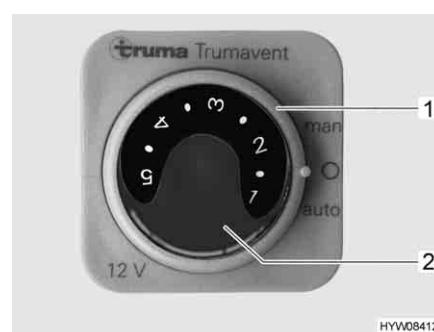

Fig. 128 Centralina di controllo per ventola di ricircolo dell'aria
- Impostare l'interruttore girevole (Fig. 128,1) sulla centralina di controllo della ventola di ricircolo su "man".
- Posizionare la manopola (Fig. 128,2) sulla potenza desiderata (3-5).
- Impostare l'interruttore girevole (Fig. 128,1) sulla centralina di controllo della ventola di ricircolo su "0".